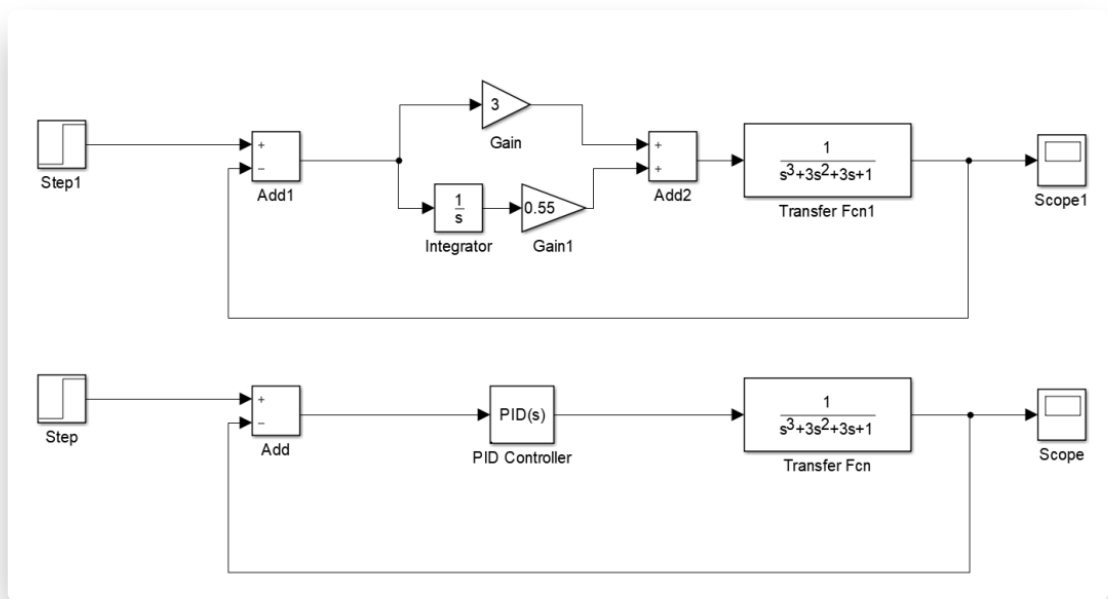
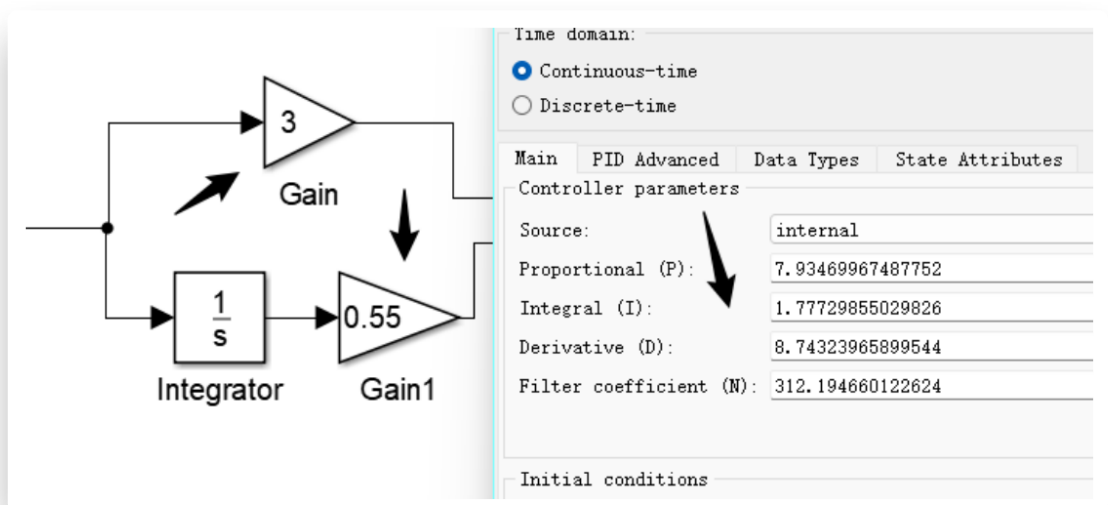
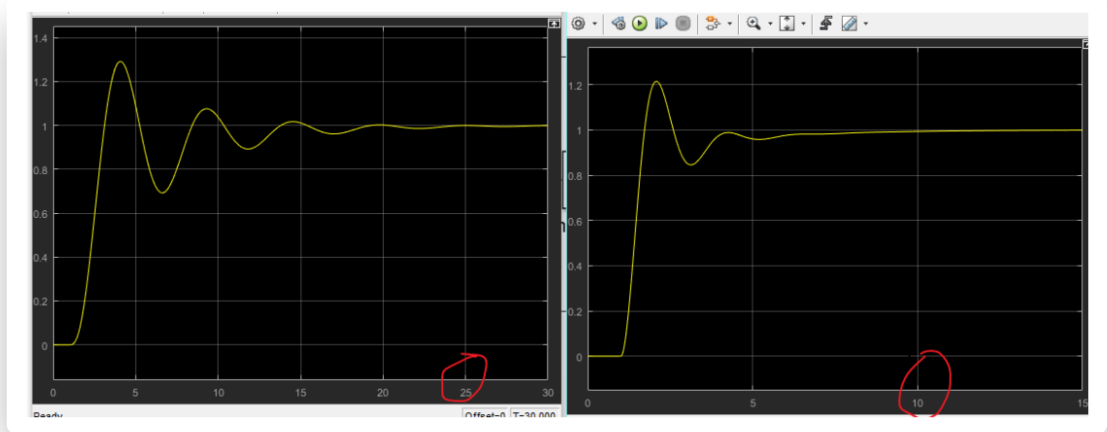

图2-1.1
图2-1.2
图2-1.3
2. 1. 在 `simulink` 环境中搭建系统如下图2-1.1，采用 `matlab` 工具箱整定参数。PID 和 PI 参数 见图2-1.2。分别观察 PI 和 PID 控制器对应的响应如图2-1.3，PI 组在 25s 收敛，PID 组 在 10s 左右就可以收敛。